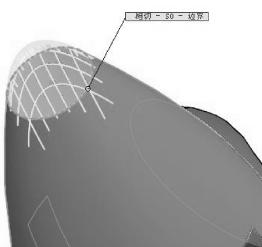

图 4-68 创建填充曲面
- 27 利用【填充曲面】工具，在飞机头部曲面上创建填充曲面，如图 4-68 所示。